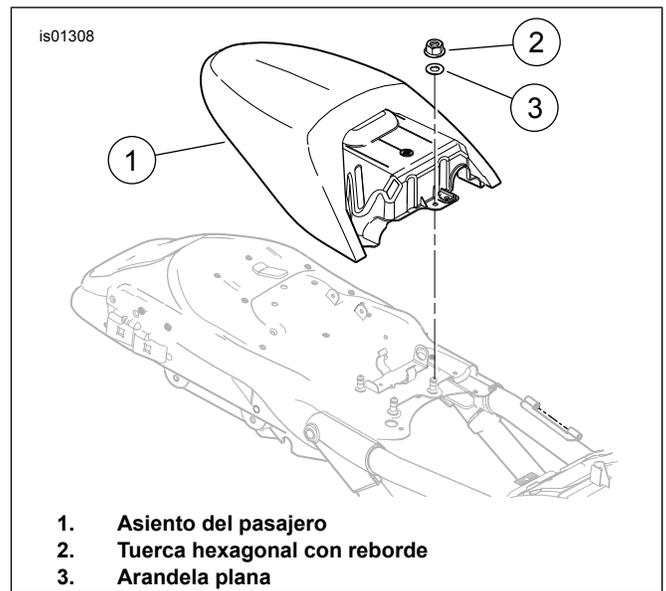

Figura 6. Extracción del asiento del pasajero (VRSCR 2006 y 2007)
4. Vea Figura 6. Extraiga la tuerca hexagonal con reborde (2) y la arandela plana (3), que retienen el asiento del pasajero (1) y extraiga el asiento.